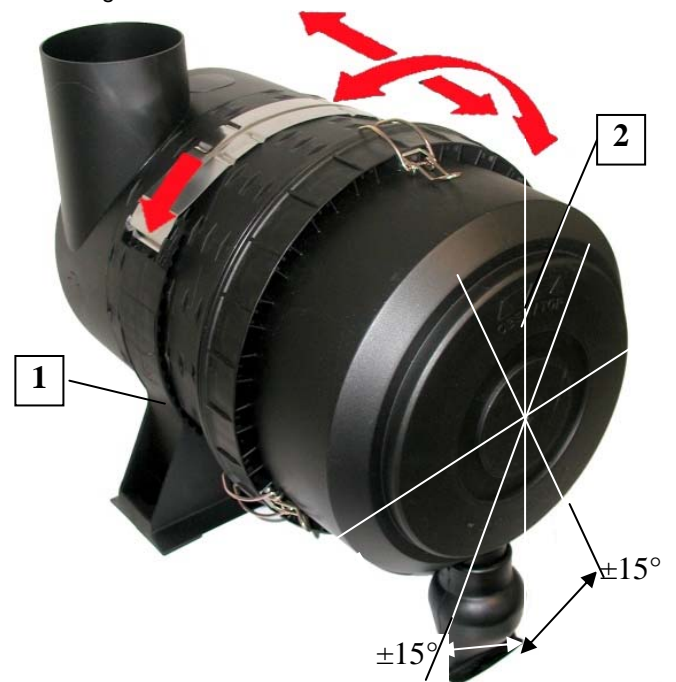

Fig. 2 Angle de montage vanne d'évacuation des poussières
- Monter le support (1) dans la position désirée
- Placer le filtre dans le support puis le faire tourner ou le déplacer jusqu'à ce qu'il se trouve dans la position désirée. S'assurer que le filtre s'enclenche dans le support (1) (voir Fig. 2).
- Introduire d'abord avec précaution l'élément principal (1) côté ouvert dans le corps.
- Mettre la partie inférieure du corps en place (tenir compte de la position de la vanne d'évacuation des poussières voir aussi la Fig. 2).
- Placer les fermetures de serrage en fil métallique dans la rainure de la bride sur la partie supérieure du corps et serrer (par analogie inversement à la Fig. 2).